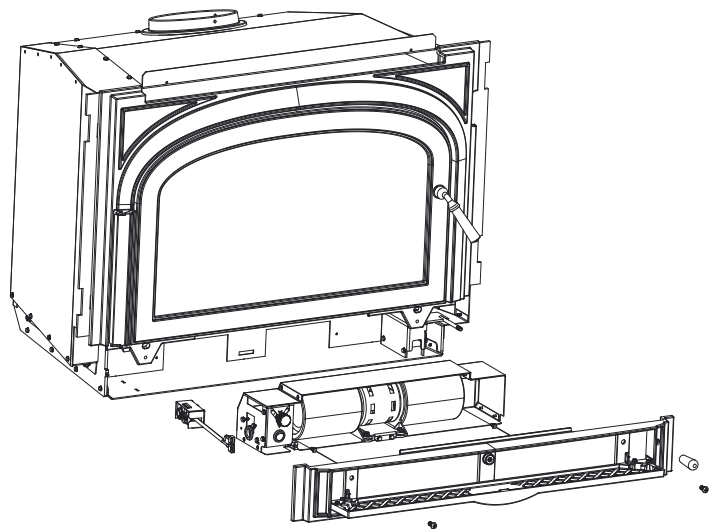

Figure 22.2
4. Retirez le boîtier du disque à pression en bas à gauche (**Figure 22.2**).